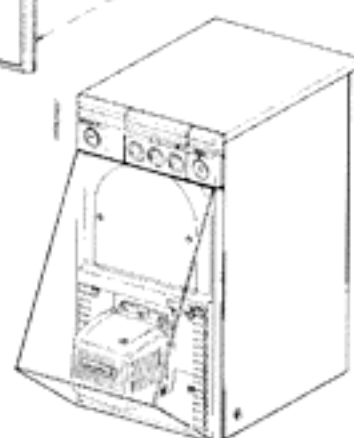

Fig. 16
- Après montage de ce capot d'insonorisation, le groupe thermique GATE se présente sous la nouvelle forme suivante (Fig. 16).